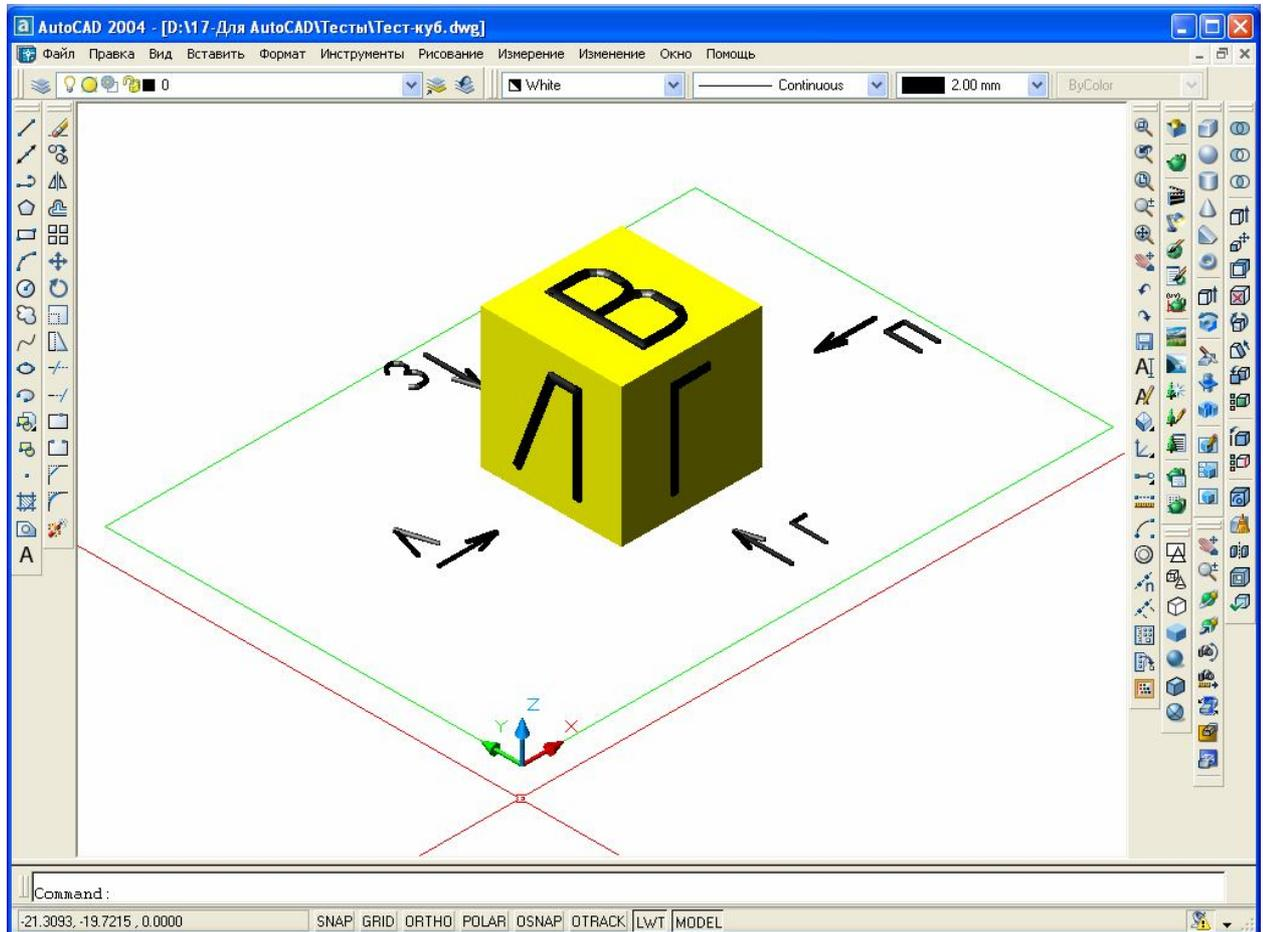

Рис. 4.6
□ или □ янических проекциях. Эти проекции задают с помощью пиктограмм:  «Southwest Isometric» (юго-западная изометрия),  «Southeast Isometric» (юго-восточная изометрия),  «Northeast Isometric» (северо-восточная изометрия) и  «Northwest Isometric» (северо-западная изометрия). Для примера, на рис. 4.6 показана юго-западная изометрия тест-куба.